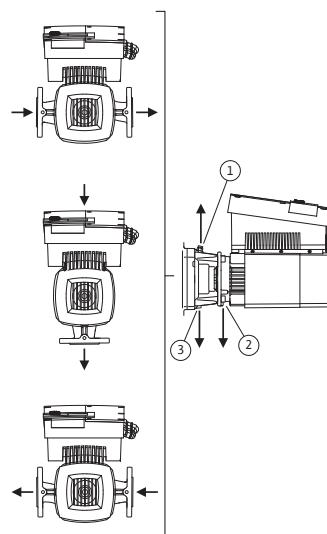

Fig. 23: Posições de instalação autorizadas com o veio do motor na horizontal
As posições de instalação autorizadas com o veio do motor na horizontal e o módulo eletrônico virado para cima ( $0^\circ$ ) estão representadas na Fig. 23. Não estão representadas as posições de instalação autorizadas com módulo eletrônico montado lateralmente ( $+/- 90^\circ$ ). São autorizadas todas as posições de instalação exceto "Módulo eletrônico virado para baixo" ( $-180^\circ$ ). A ventilação da bomba só pode ser garantida se a válvula de ventilação estiver virada para cima (Fig. 23, pos. 1).
Apenas esta posição ( $0^\circ$ ) permite que o condensado acumulado seja escoado pelos orifícios existentes, lanterna da bomba (Fig. 23, pos. 3), bem como do motor (Fig. 23, pos. 2). Para tal, remover a tampa no flange do motor (Fig. 7, pos. 7a).